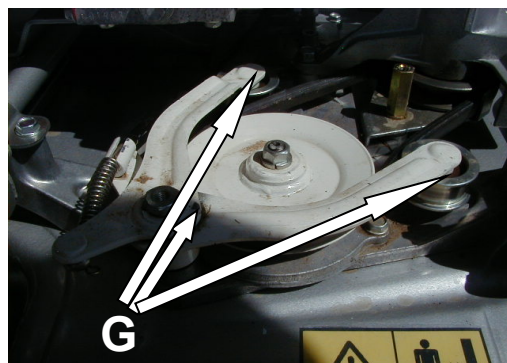
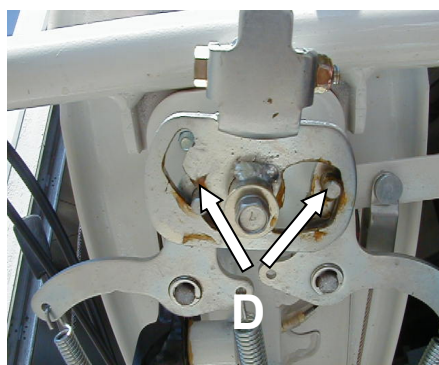
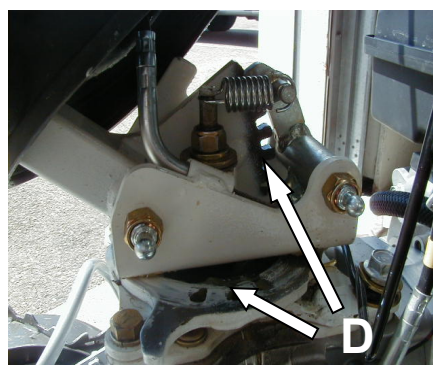

Figure 22
Figure 23
Figure 24
- Lubrifiez les points G avec de l'huile fine (Figure 22 et 21), les points D avec de la graisse épaisse (Figure 24 et Figure 23).